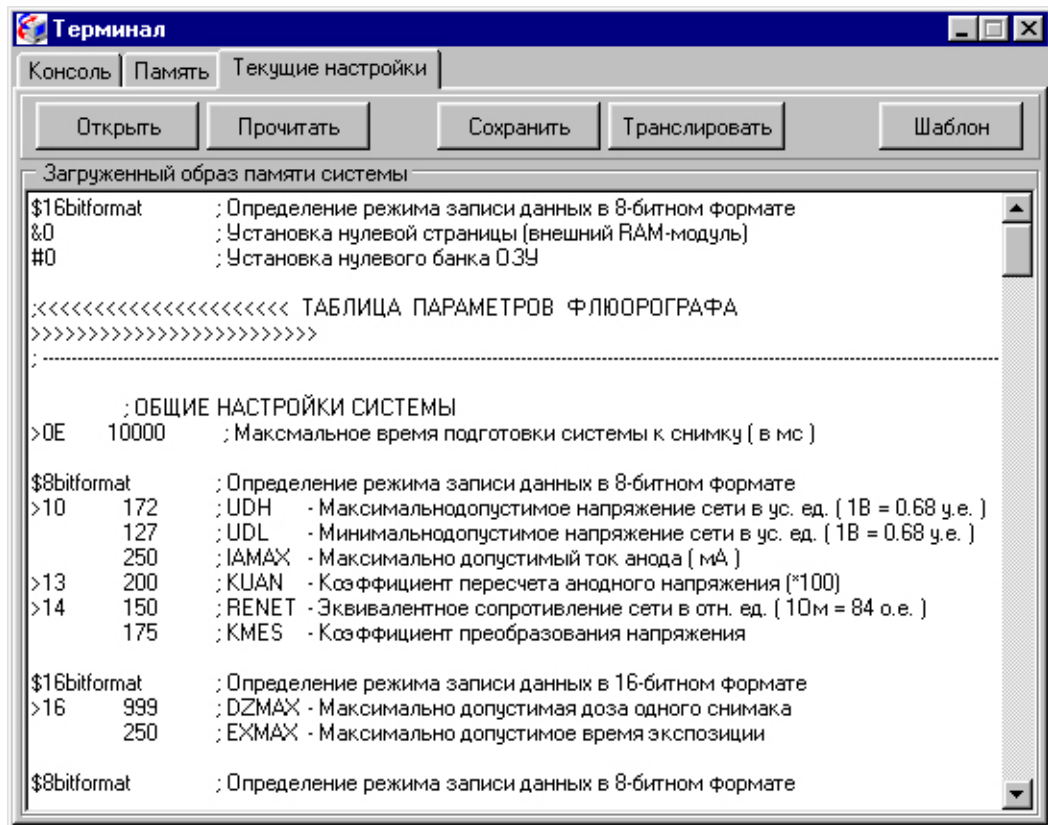

Рис. 3 Внешний вид окна «Терминал», закладка «Текущие настройки»
4.4 По окончании процесса чтения файла с диска или загрузки данных из памяти системы в левой части экрана открывается окно «Терминал», внешний вид которого представлен на рис. 3. Окно «Терминал» состоит из трех закладок «Консоль», «Память» и «Текущие настройки».